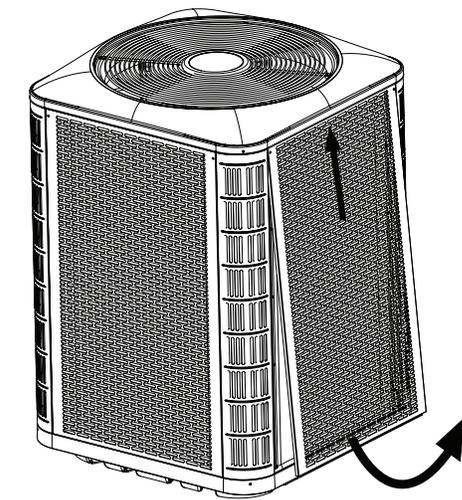
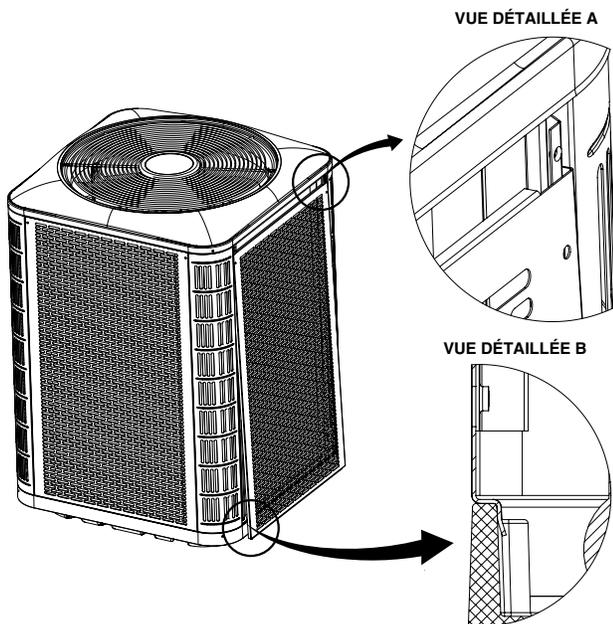

Figure 2. Désassemblage du panneau
Figure 3. Installation du panneau
- Pour accéder aux composantes internes de l'appareil, consultez la Figure 2, (page 6) pour désassembler le panneau et la Figure 3, (page 6) pour installer le panneau.
2. Glissez le panneau vers le haut et le bac supérieur pour dégager la bride inférieure du bac inférieur. Voyez le Figure 2.
1. Insérez les coins supérieurs des brides latérales du panneau dans les rainures du montant de coin, tel que montré au Détail A de la Figure 3.